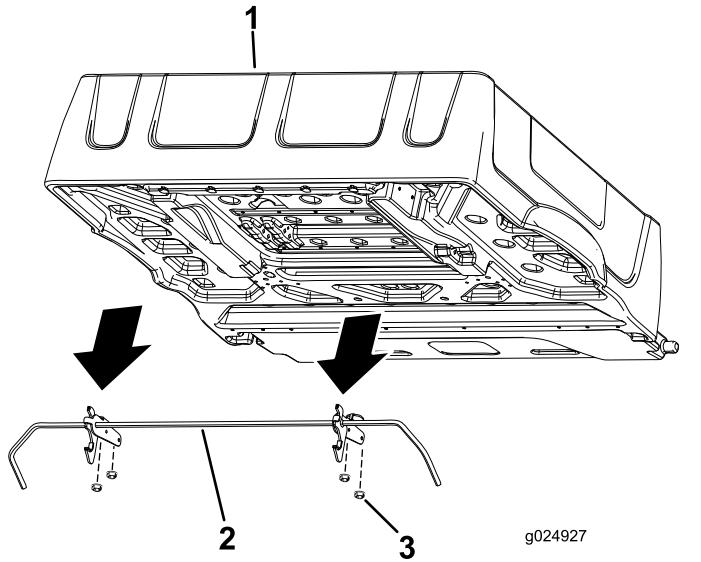

図 3
6. ラッチロッドブラケットを荷台の裏側に固定しているフランジナット4個を外す図3。